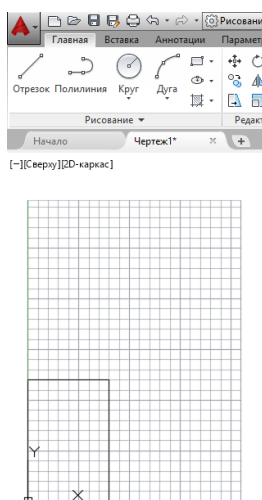

Рисунок 8 – Создание прямоугольника 80x120 мм
3.4 Выбираем слой "Контур" и строим из начала координат с помощью инструмента "Отрезок" прямоугольник с размерами 80x120 мм (рисунок 8).